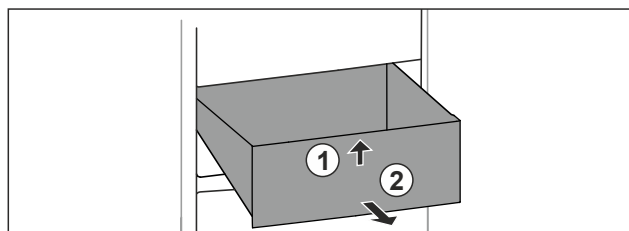

Fig. 93
- Nadzvedněte zásuvku vpředu. Fig. 93 (1)
- Vyjměte zásuvku dopředu. Fig. 93 (2)